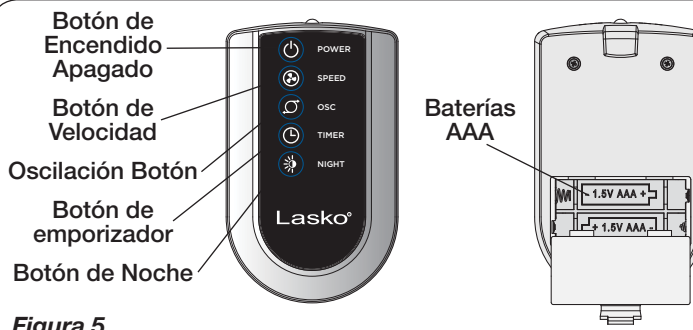

Figura 5
1. Instale las dos baterías "AAA" (no incluidas), como se muestra en la **Figura 5**.